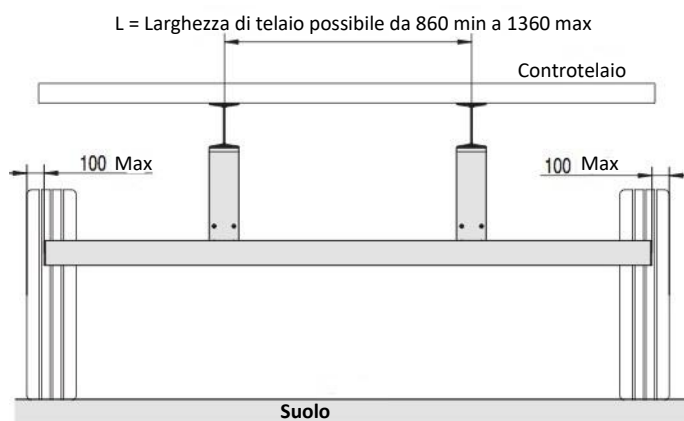

Fig.2a
- Posizionare la barra sull'estremità delle piastrine di fissaggio dopo la verifica della misura 100 max (Fig. 2a e 2b).